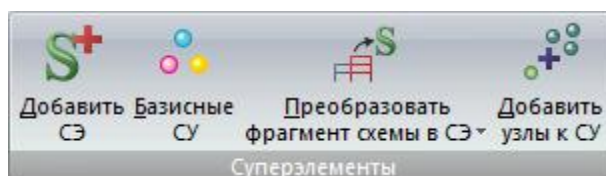

Рис.40. Панель **Суперэлементы**
- **Суперэлементы** (рис.40) – операции по созданию и работе с суперэлементами;
Панель **Суперэлементы** (рис.40) содержит следующие команды: